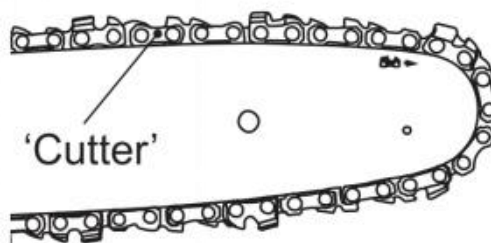

Fig. 8
- Schieben Sie die Sägekette (C12) in die Nut um die Führungsschiene (C13). Achten Sie darauf, dass die Sägekette (C12) in der richtigen Drehrichtung montiert ist. (Abb. 8)